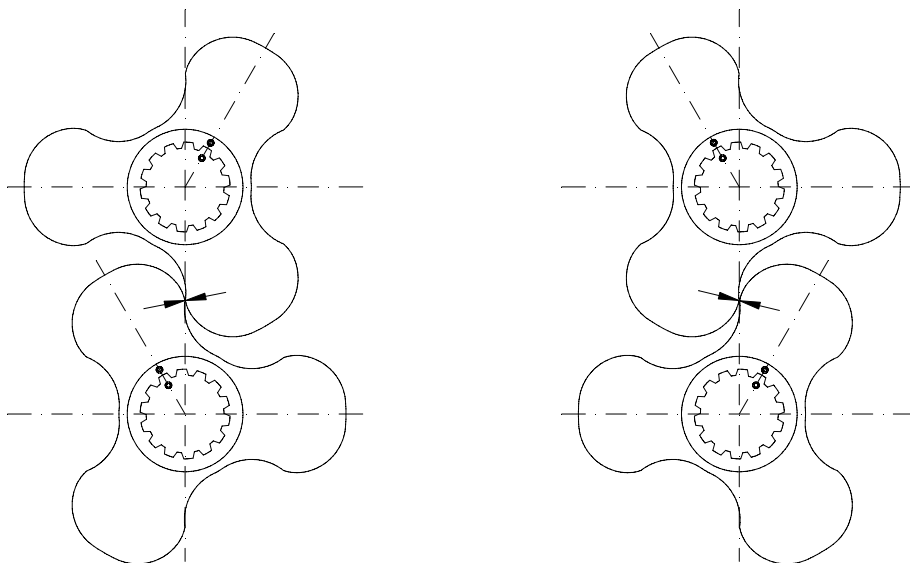

Figure 8.7 Figure 8.8
- Faire ensuite tourner les lobes jusqu'à la position indiquée sur la figure 8.7. Puis faire légèrement tourner les lobes, l'un par rapport à l'autre, jusqu'à ce que le jeu soit celui indiqué dans le tableau 8.3.
- Faire maintenant tourner le lobe supérieur de 60° vers la gauche – voir figure 8.8. Vérifier que le jeu dans cette position correspond à la position des lobes indiquée sur la figure 8.7.